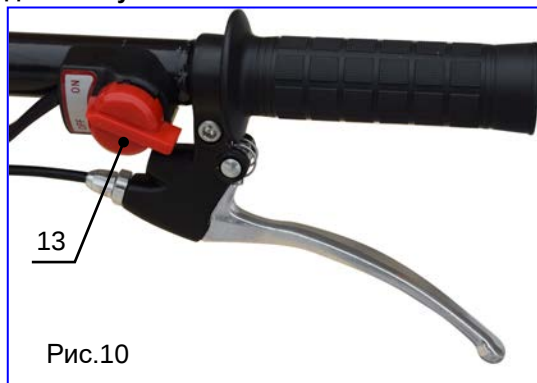

Рис.10
1. Установить кнопку выключателя (поз.13, рис.10) в положение «ON» (включение).